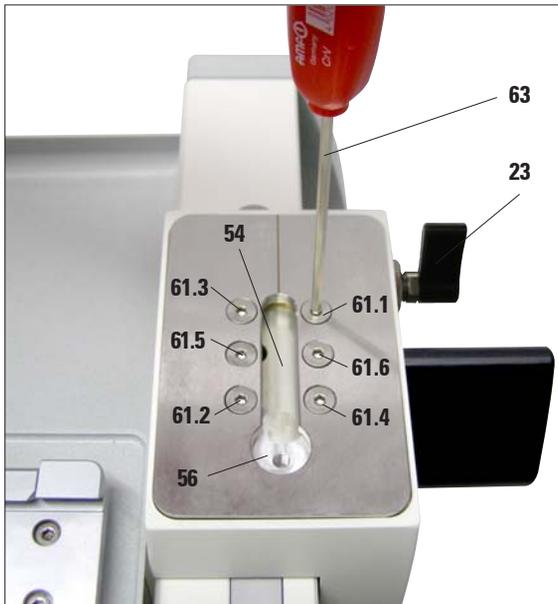

Abb. 16
- Die sechs Senkschrauben (61.1-61.6) in die Bohrungen einsetzen und mit einem Sechskant-Schlüssel T 25 (63) über Kreuz (Reihenfolge in Abb. 16) festziehen.